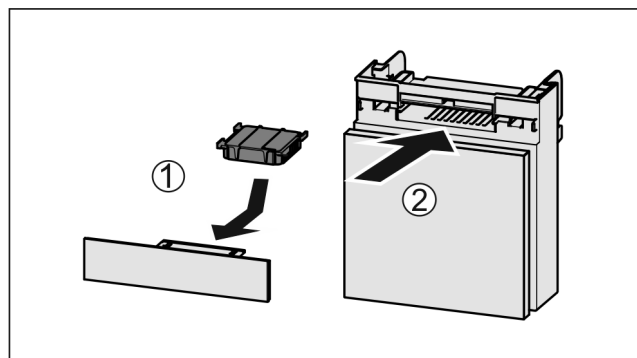

Fig. 172
- Wkładać Fig. 172 (1) filtr z węglem aktywowanym zgodnie z ilustracją.
- Wsunąć komorę Fig. 172 (2).